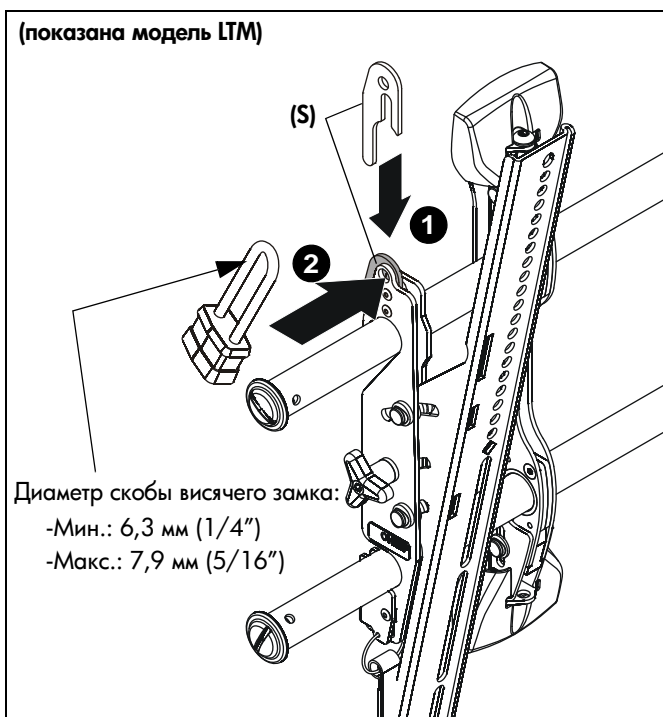

рис. 11
1. Установка на крепление дополнительной защитной скобы (S или T). (См. рис. 11)